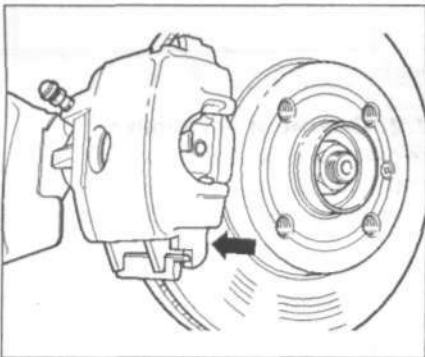

Рис. 11.15. Установите сначала нижнюю часть (стрелка) тормозного суппорта.
4. Установите тормозной суппорт с тормозными колодками на поворотный кулак (рис. 11.15). Установите сначала нижнюю часть (стрелка) тормозного суппорта.